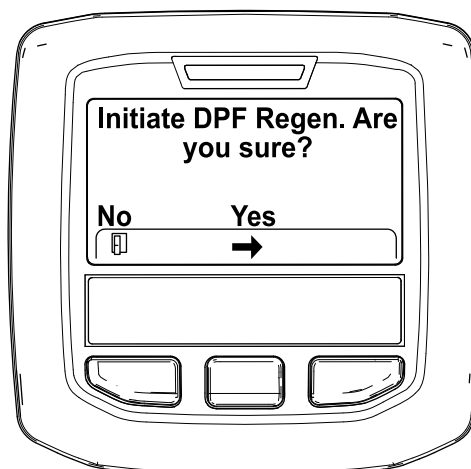

Figura 39
- Quando surgir a mensagem "Initiate DPF Regen. Are you sure?" (Iniciar Regen. DFP. Tem a certeza?), prima o botão central (Figura 39).